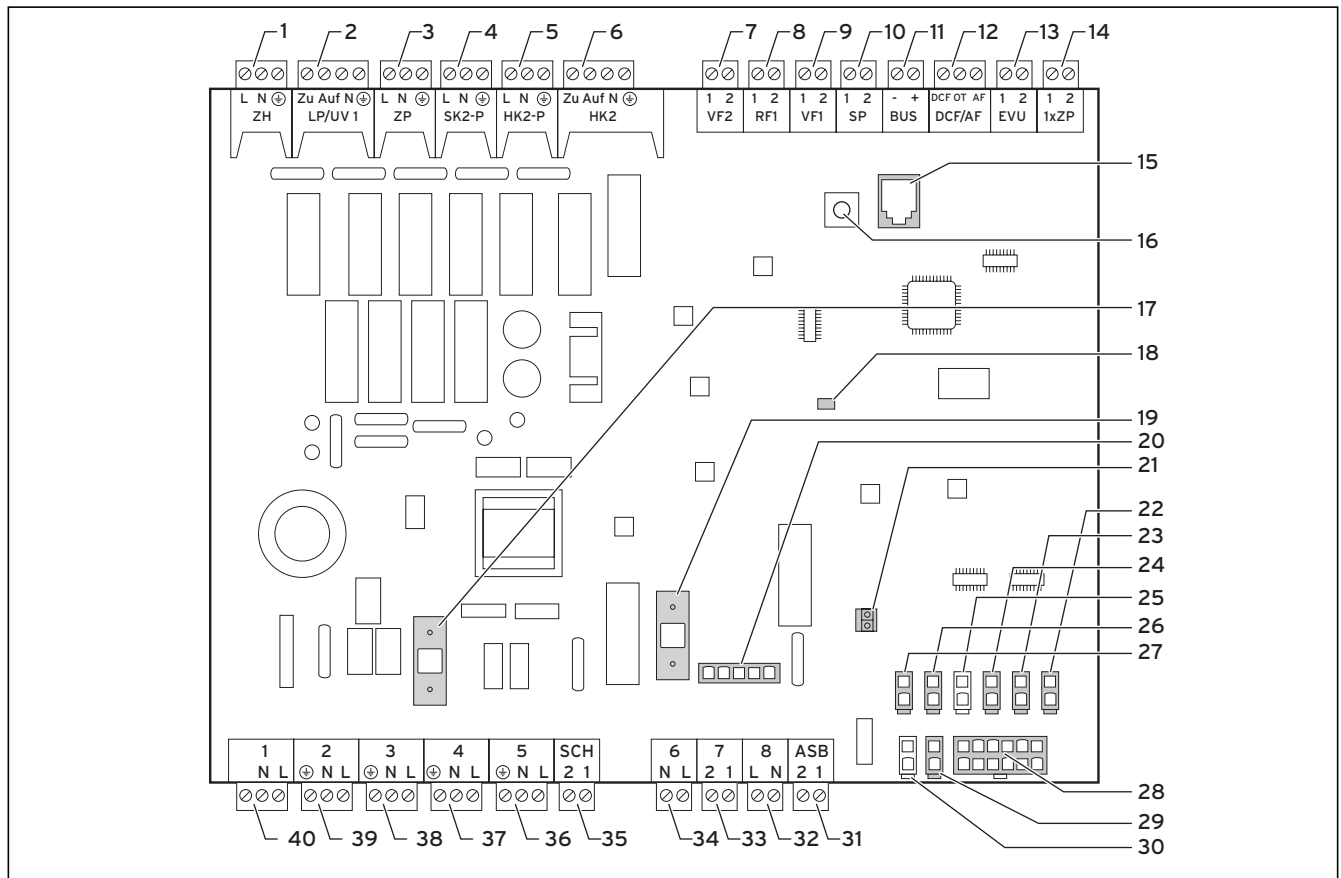

Abb. 6.5 Reglerplatine
- Schließen Sie die Stromversorgung an die Haupt-Netzeinspeisung an (1).
- Schließen Sie das Rundsteuersignal-Relais an Klemme 13 „EVU“ an (siehe Abb. 6.5), falls vom VNB gefordert. Mit diesem Signal wird bei geschlossenem Kontakt die Wärmepumpe gesperrt.
Legende zu Abb. 6.5